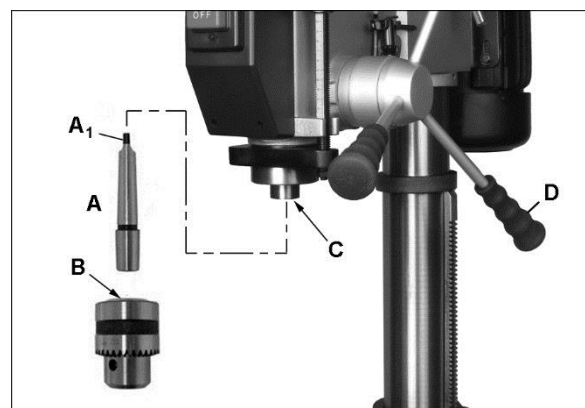

Figure 6-2: Montage du mandrin et de l'arbre
1. Monter les 3 poignées d'avance sur le moyeu (D, Figure 6-2).
1. Nettoyer minutieusement l'arbre (A, Figure 6-2), le mandrin (B) et la broche (C). Toute trace de graisse ou tout résidu dans ces zones peut favoriser une séparation des pièces, constituer un risque pour la sécurité et entraîner une dégradation de l'outil.